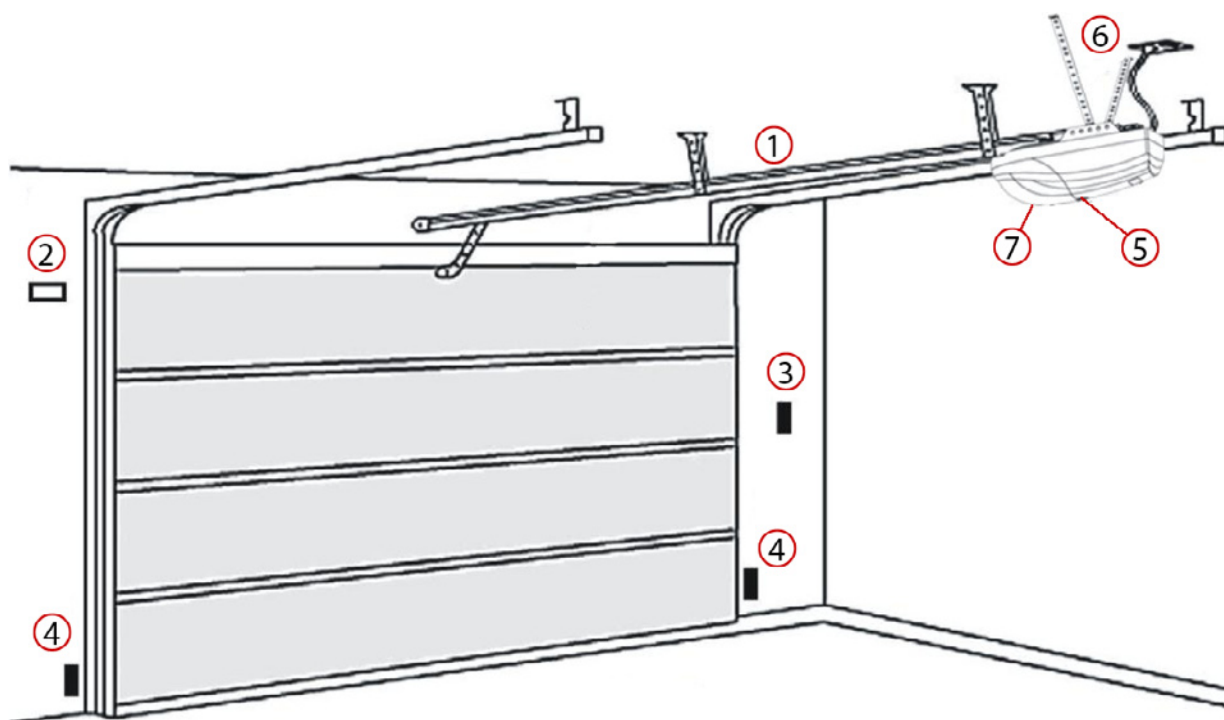

Рис. 3
На рис. 3 схематично изображены секционные ворота с установленным приводом **comfort**, в том числе: направляющая привода (1), сигнальная лампа (2, дополнительная опция), кнопка управления на стене (3), фотоэлементы (4), кнопка управления на корпусе привода (5), силовая розетка (6), привод (7).